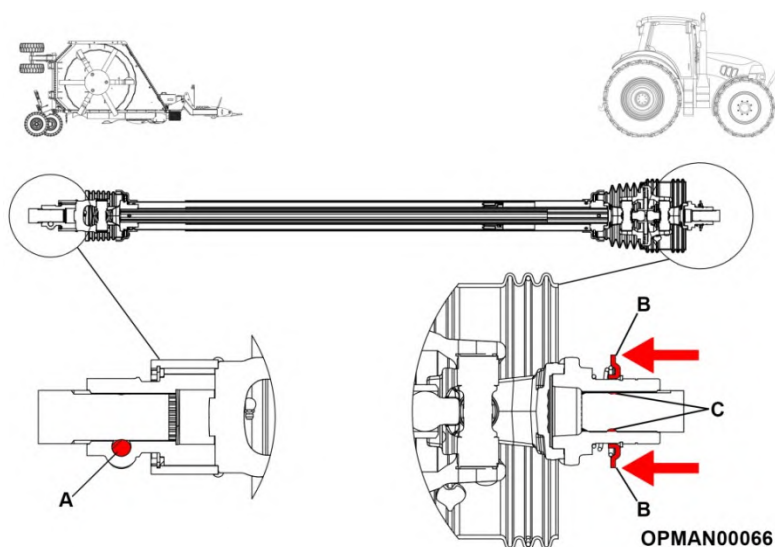

Figure 4.10 – Pose et dépose de l'arbre d'entrée de la Tuffcut
4.5.1.2 Installez l'arbre de PDF d'entrée sur le réducteur répartiteur en alignant la fente de l'arbre du réducteur sur l'emplacement où sera installée la goupille conique de l'arbre d'entrée ; voir la Figure 4.10 (A). Reposez la goupille conique, la rondelle plate et l'écrou, et serrez à 230 N·m (170 pi/lb).
4.5.1.3 Tirez le collier de la chape de l'arbre d'entrée en arrière et alignez les rainures et les cannelures sur celles de l'arbre de PDF de sortie du tracteur ; voir la Figure 4.10 (B).
4.5.1.4 Poussez la chape de la transmission sur l'arbre de PDF de sortie du tracteur, relâchez le collier de verrouillage et ajustez la position de la chape de l'arbre d'entrée jusqu'à ce que les billes du collier de verrouillage soient engagées sur l'arbre de PDF de sortie du tracteur ; voir la Figure 4.10 (C).
4.5.1.6 Tirez le collier de la chape de l'arbre d'entrée en arrière et retirez l'arbre de l'arbre de sortie cannelé du tracteur ; voir la Figure 4.10 (B).